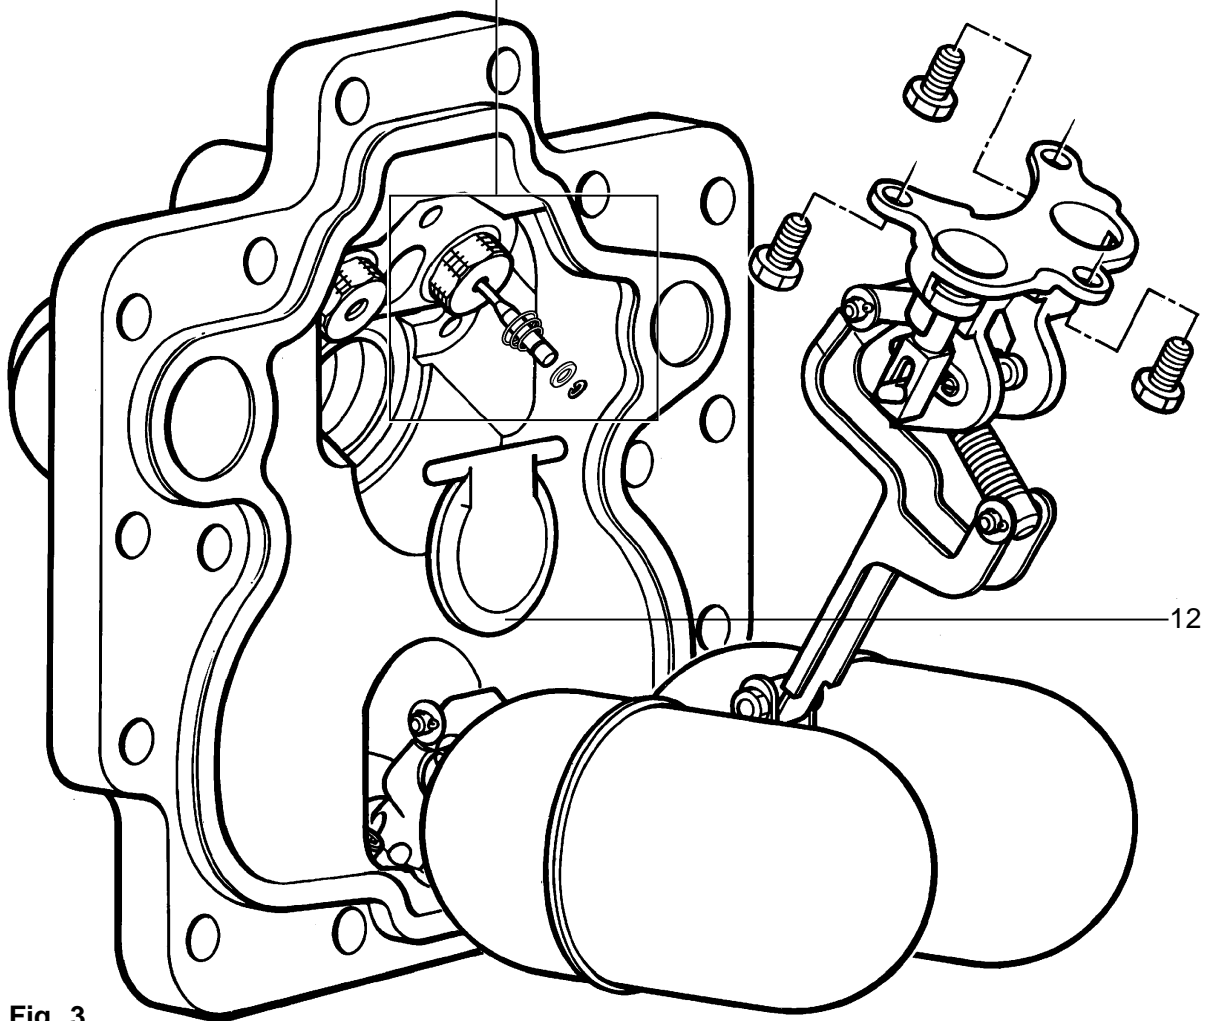

Fig. 3
3. Con cuidado quite el anillo de seguridad y el resorte (item 27) del extremo de la válvula de entrada de vapor (item 17).
5. Saque el conjunto soporte de bomba (Ver Fig. 3). Esto nos facilitará el acceso a la válvula de clapeta de entrada (item 12).
13. Vuelva a conectar los conductos de vapor de alimentación y de salida en las conexiones marcadas como (IN) y (OUT). La APT14 está a punto para ser puesta en marcha.